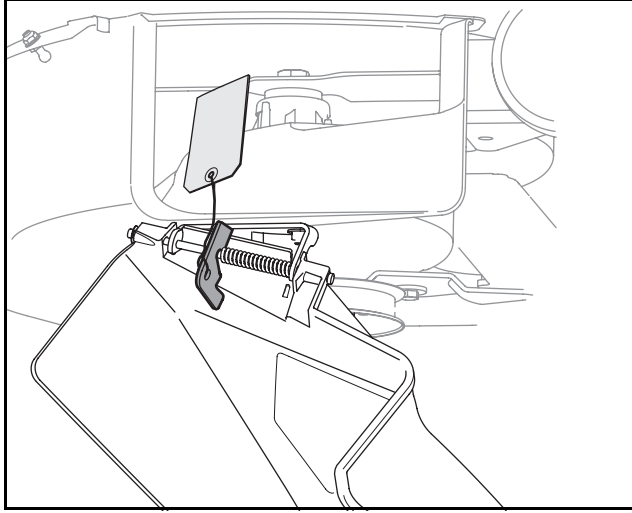

Figure 5
Placez le tracteur sur une surface ferme et plane, de préférence goudronnée. Consultez le Figure 5 et procédez comme suit :
- Repérez le support de la goulotte d'éjection et son étiquette d'avertissement sur la droite du plateau de coupe, entre la goulotte d'éjection et le plateau de coupe. Voir la Figure 5.
2. Placez les vis à épaulement (qui se trouvent sur la base du siège) dans les fentes du support du pivotement du siège. Voir la Figure 5.